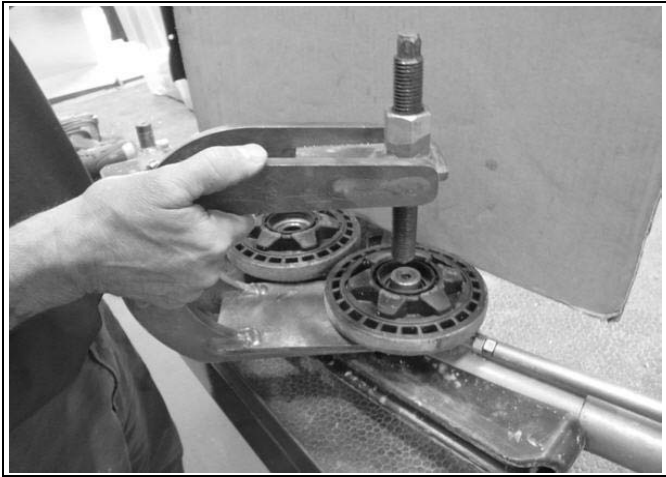

Abbildung 20
- Schieben Sie den Abzieher unter das Rad wie in Abbildung 20 dargestellt.